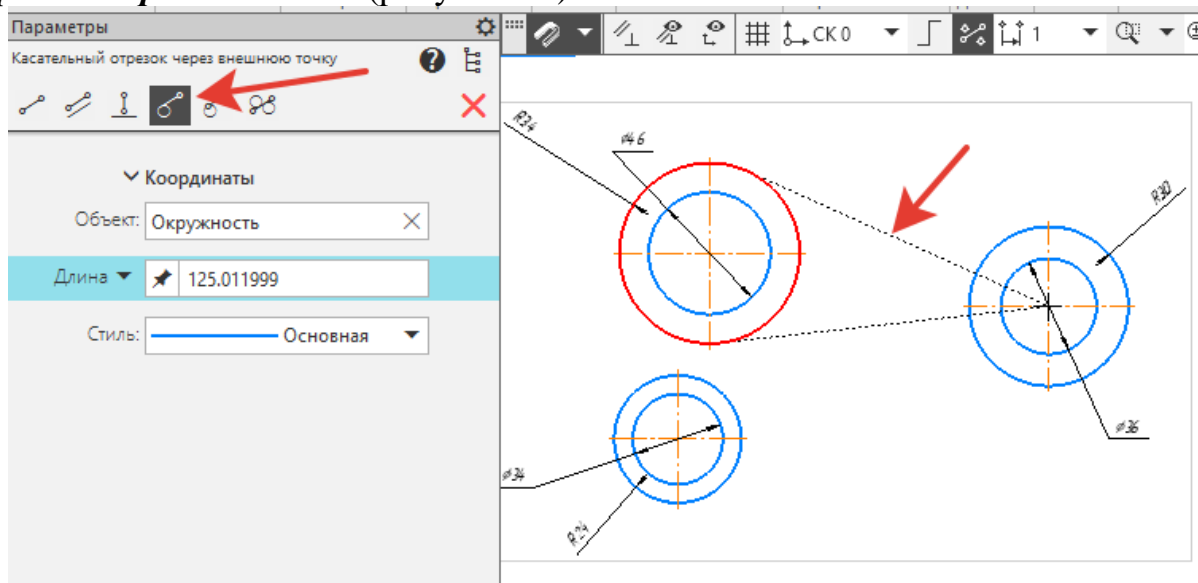

Рисунок 30.
3. Постройте отрезок, проходящий через центр окружности 34 касательно к окружности, имеющей $R34$. На инструментальной панели **Геометрия** -  **Касательный отрезок через внешнюю точку** Укажите курсором окружность имеющей $R34$ и центр окружности 36 . Система создаст два варианта отрезка штриховой линией, удовлетворяющих заданным условиям. Укажите курсором **верхний вариант** линии (рисунок 30).